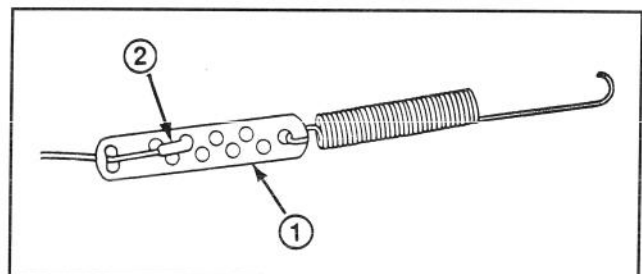

Figure 10
3. **REGLAGE DU CABLE** (Fig. 10)—Décrochez l'extrémité du ressort du trou inférieur du support de la barre de commande. Dégagez la garde du ressort afin d'exposer la barrette de réglage. Décrochez le crochet en Z et remplacez-le dans un trou supérieur ou inférieur de la barrette de réglage afin d'obtenir le dégagement approprié de 1,5 à 3 mm (1/16 à 1/8 de pouce). Remplacez la garde du ressort sur la barrette de réglage et raccrochez le ressort dans le trou inférieur du support de la barre de commande.